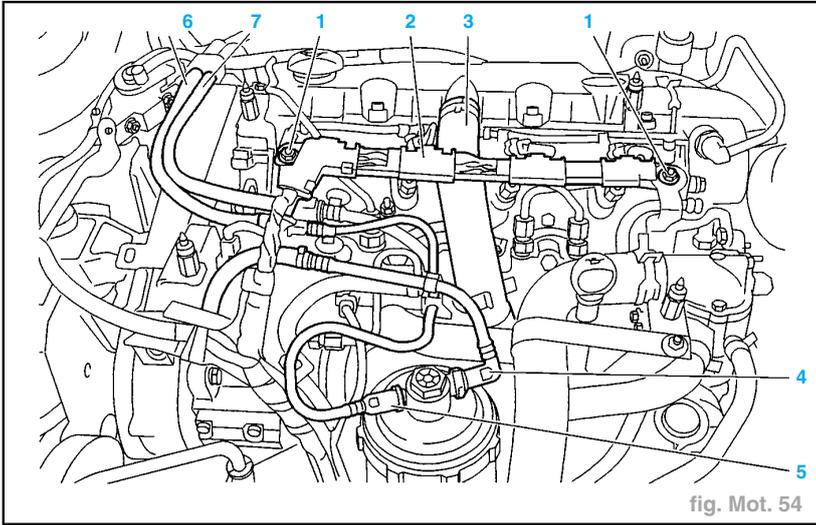

fig. Mot. 54
- les écrous (1) (fig. Mot. 54).
- Écarter la barrette porte faisceau électrique (2).
- Désaccoupler et écarter la durit (3) de réaspiration des vapeurs d'huile.
- Désaccoupler les tubes (4), (5), (6) et (7) et les obturer ; à l'aide du kit d'obturateurs (réf. 0188T).
- Écarter les tubes (4), (5), (6) et (7).